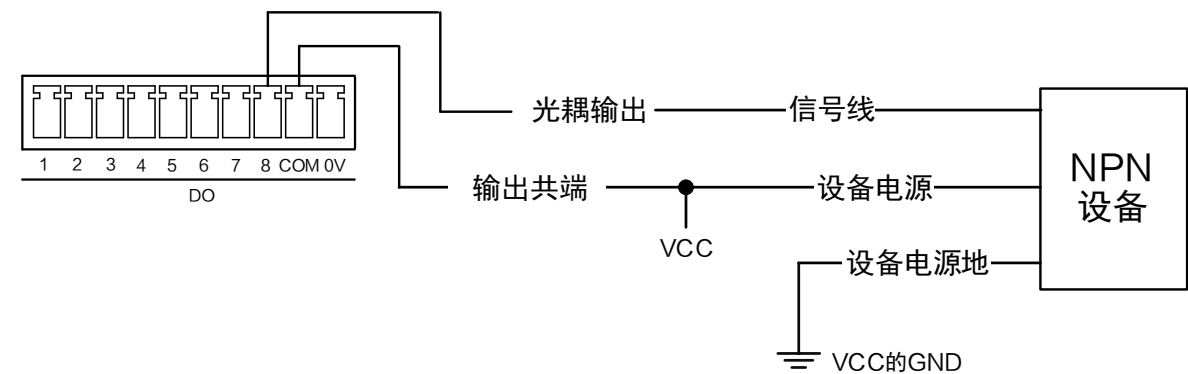

图4-8 输出信号接 NPN 设备（不使用上拉电阻）
- NPN 设备的 VCC 为 12 V 或 24 V，不使用上拉电阻，接线如图 4-8 所示。